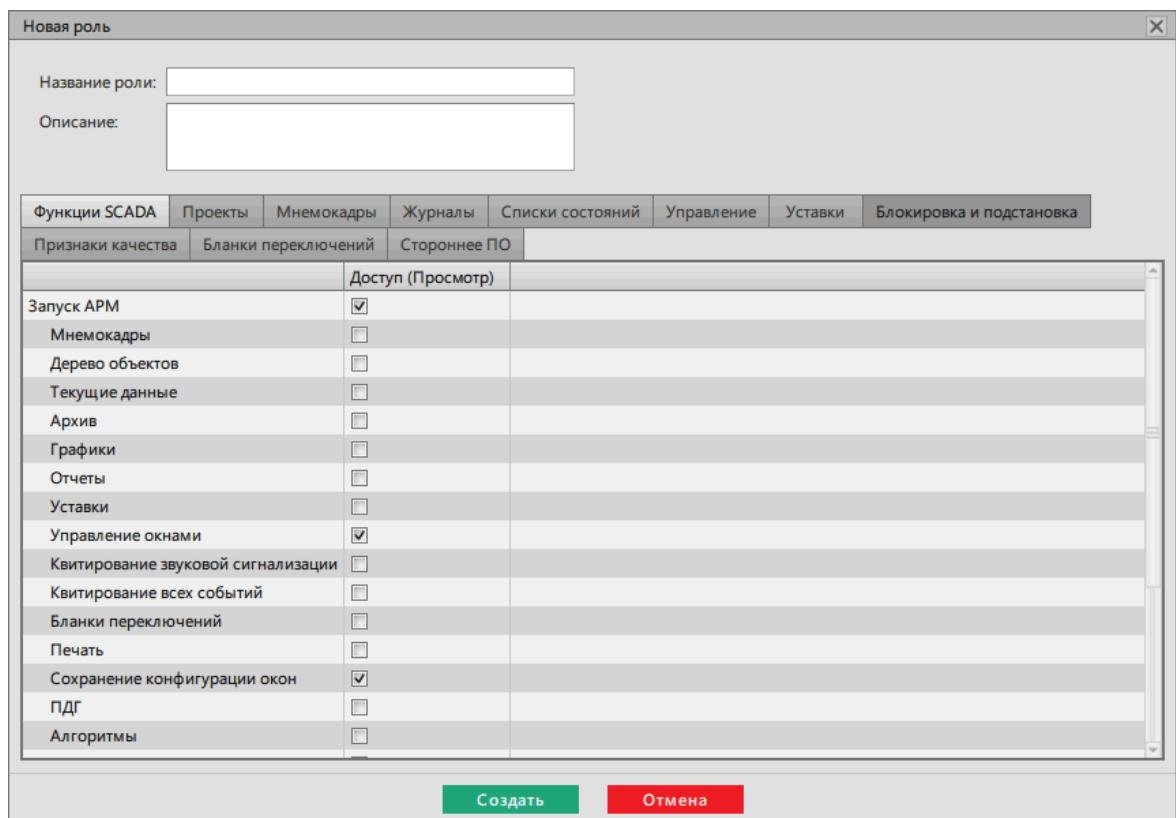

Рисунок 181 - Создание новой роли
1. Нажмите на кнопку **Создать новую роль**. Откроется окно создания новой роли (Рисунок 181).